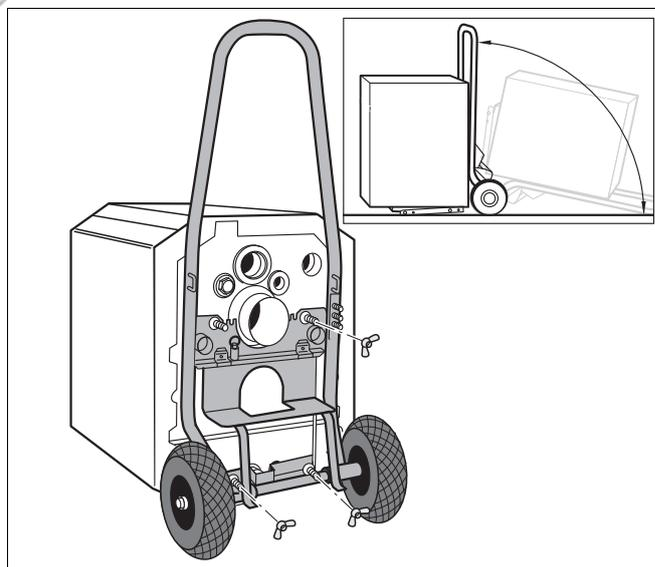

Рис. 7 Транспортировка отопительного котла на тележке
- Наклонить котел, используя какое-либо транспортное средство (→ рис. 7, стр. 18) или подложив деревянный брус.